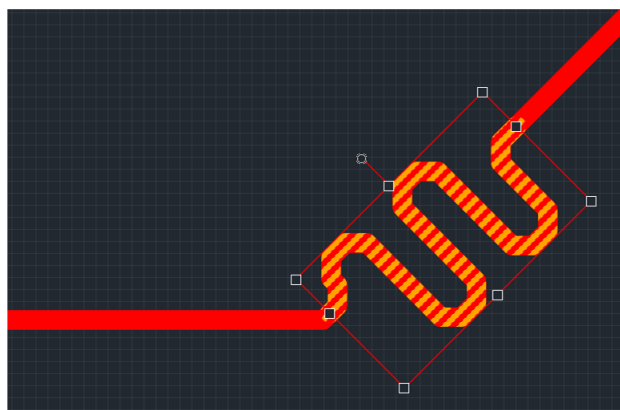

Рис. 273 Перемещение меандра по треку
2. Переместите выделенный меандр в другую часть трека, см. Рис. 273.